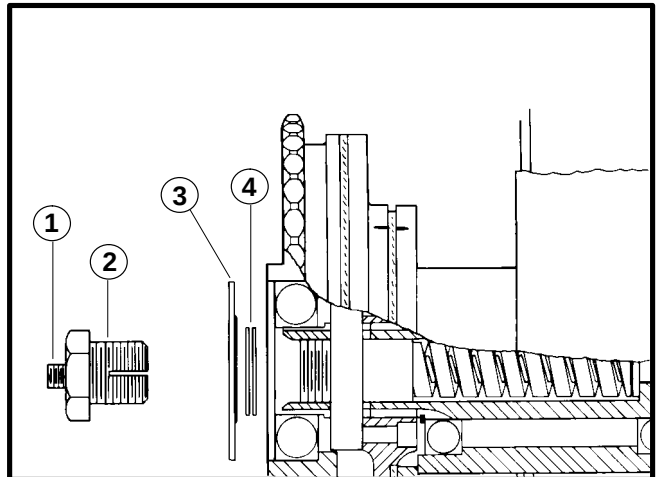

Figura 34
5. Si el ajuste es necesario, afloje el tornillo al final del perno y remueva el perno, la arandela y el paquete de rieles. Vea la Figura 34.